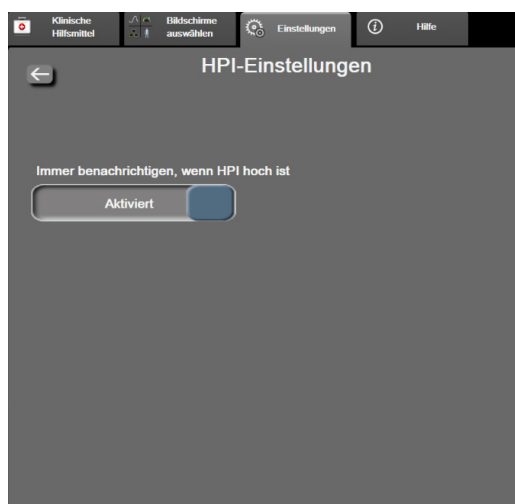

Abbildung 13-4 Parameter-Einstellungen – Hypotonievorhersage-Index
- 5 Auf die Schieberschaltfläche **Immer benachrichtigen, wenn HPI hoch ist** tippen, um die Option auf **Deaktiviert** zu stellen. Siehe Abbildung 13-4.